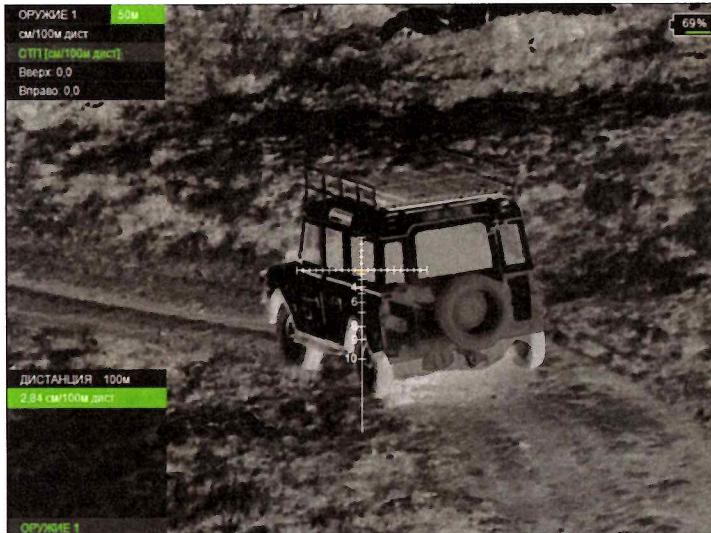

Рисунок 12 – Введение баллистической поправки
Для ввода баллистической таблицы кнопками (3) и (5) выберете дистанцию пристрелки (например – 100 м) и нажмите «OK» (4) (см. рис. 12).